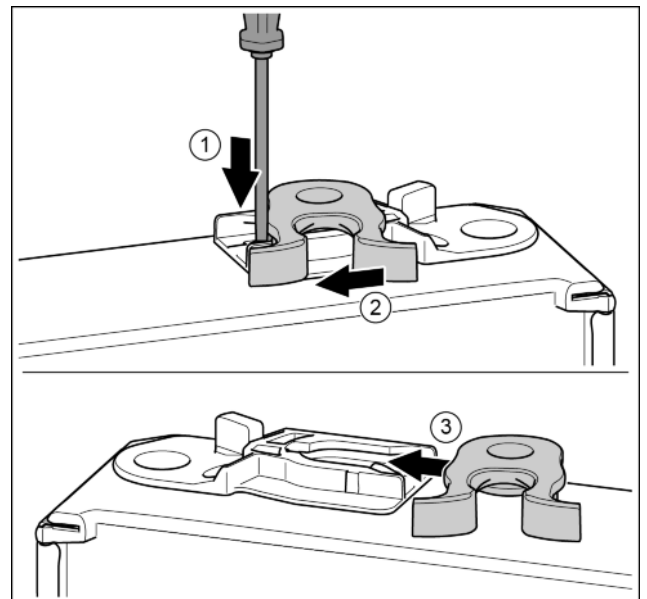

*Fig. 17*
- ▶ Abdeckung abnehmen und auf der anderen Seite anbringen. *Fig. 17 (1)*
- ▶ Lagerbock auf der anderen Seite ansetzen und mit Hilfe eines Schraubendrehers T25 anschrauben. Mit Schraube 2 unten in der Mitte beginnen. *Fig. 17 (2)*
- ▶ Schraube 3 und 4 festschrauben. *Fig. 17 (3, 4)*
- ▶ Lagerbolzen komplett einsetzen. Dabei darauf achten, dass der Rastnocken nach hinten zeigt. *Fig. 17 (5)*